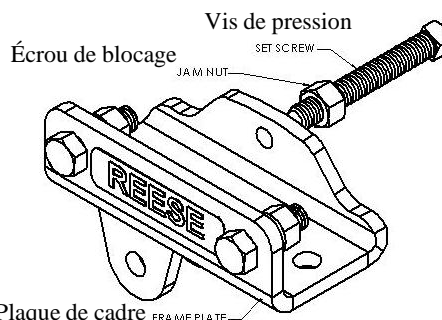

Figure 13
1. Avec les brides en C toujours en place, marquer au pointeau dans le cadre le centre de deux (2) trous pour chaque support.
2. Percer deux (2) trous 17/32 po dans chaque côté du cadre où les trous ont été marqués. L'utilisation d'un foret à centrer ou d'un petit trou pilote peut s'avérer très utile avant le perçage final.
3. Poser deux (2) boulons 1/2-13 x 1 1/2 po avec leurs rondelles freins 1/2 po et leurs écrous 1/2 po (articles 5, 6 et 7), figure 13.
4. Enfiler les écrous hex. 1/2-13 sur les boulons à tête carrée 1/2-13 X 3 1/2" et les poser dans les supports de cadre comme illustré à la figure 13.